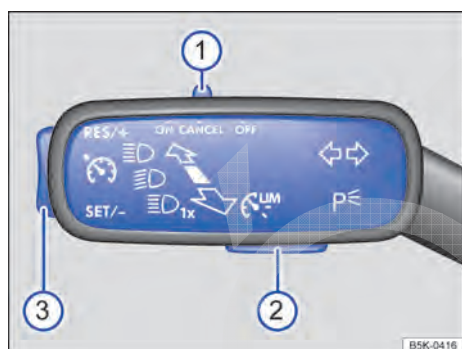
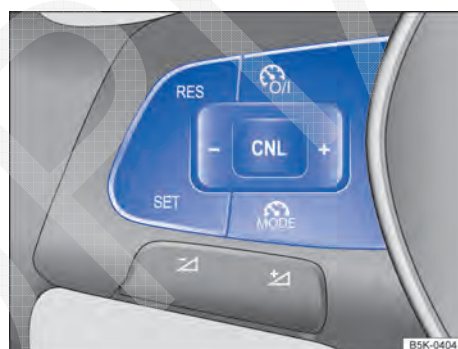

Fig. 134 À esquerda na coluna de direção: interruptores e botões para comandar o limitador de velocidade.
Fig. 135 Lado esquerdo do volante multifunções: botões para comandar o limitador de velocidade.
→ Fig. 134 ① na alavanca do indicador de direção na posição **CANCEL** ou pressionar o botão **CNL** no volante multifunções → Fig. 135.
Após a ultrapassagem, o limitador de velocidade pode ser ativado ao se pressionar do botão → Fig. 134 ③ na alavanca do indicador de direção na área **RES/+** ou ao se pressionar o botão **RES** no volante multifunções → Fig. 135 com a velocidade definida anteriormente.